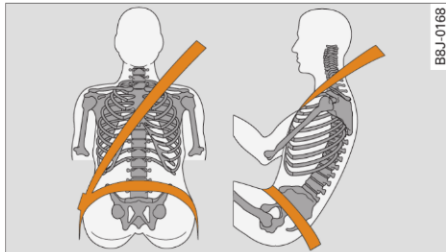

Fig. 179 Centura de siguranță pentru umăr și bazin
• Partea de umăr a centurii nu trebuie să treacă peste gât, ci aproximativ peste mijlocul umerilor și să aibă un contact ferm cu corpul. Partea din dreptul bazinului trebuie să aibă întotdeauna un contact ferm cu bazinul și să fie plasată cât mai jos ⇒ fig. 179. Dacă e cazul se mai eliberează puțin.